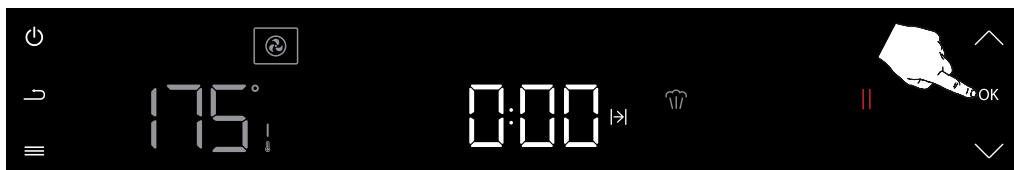

Abbildung 47
Die Uhrzeit, zu der der Garvorgang beendet wird, wird durch Drücken der Freigabetaste (OK) bestätigt. (siehe Abbildung 47)